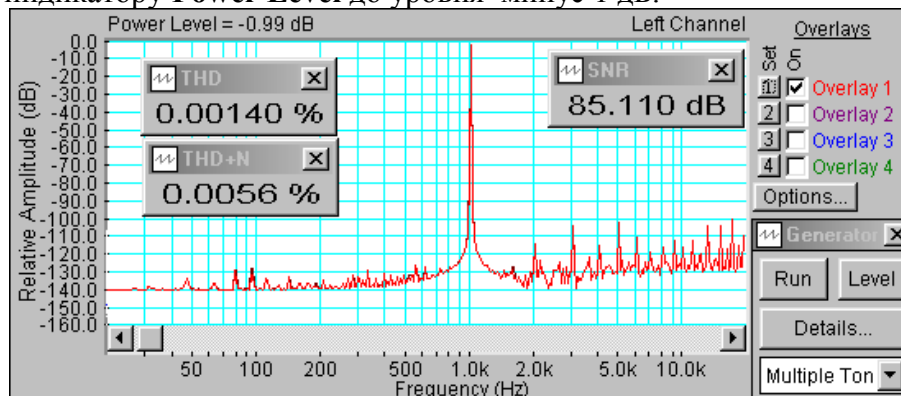

Рис.1.5. Спектр сигнала с частотой 1 кГц
- Скопируйте график (рис.1.5) в файл вашего отчета.